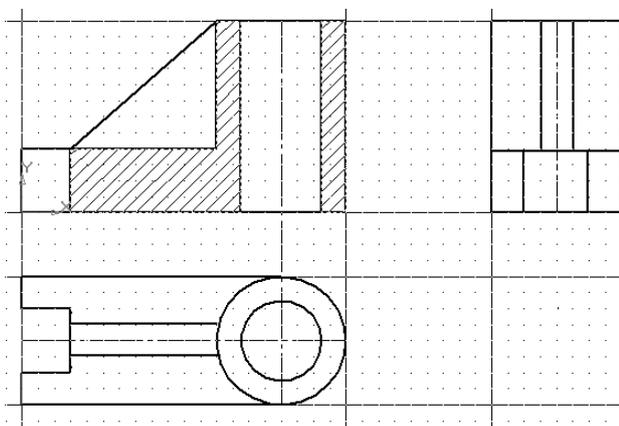

Рисунок 4.18 – Области для штрихования
17. Курсором укажите точку внутри области, которую нужно заштриховать (рисунок 4.18).